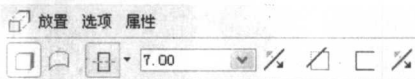

图 1-29 拉伸属性面板
(8) 同样在属性面板中单击  按钮，设置为双侧拉伸类型，在拉伸深度文本框内输入 7，如图 1-29 所示，单击  按钮，完成肋板的创建。